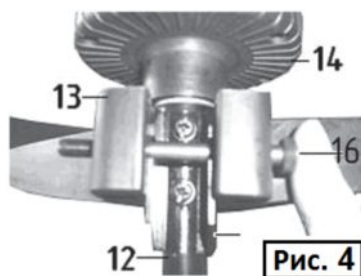

Рис. 4
7.2. Установка защитного кожуха (Рис.4)
7.3.1. Вставьте нижнюю штангу (12) в муфту (10) на Рис. 4 верхней штанге (9).